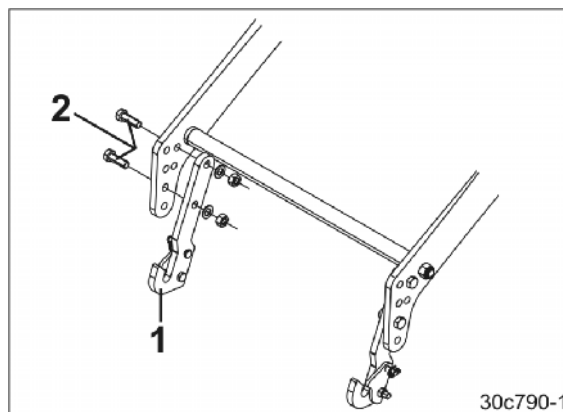

Fig. 34
1. Skru hver liftarmshasp (Fig. 34/1) i med to skruer (Fig. 34/2).
Skru liftarmshasperne (Fig. 34/1) på, så såmaskinen